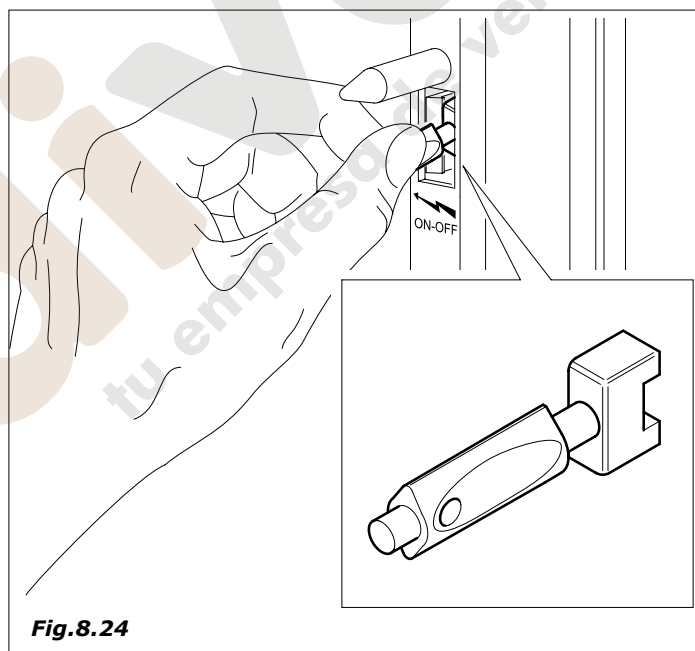

Fig.8.24
- introducir la llave en el interruptor de puerta (Fig.8.24)